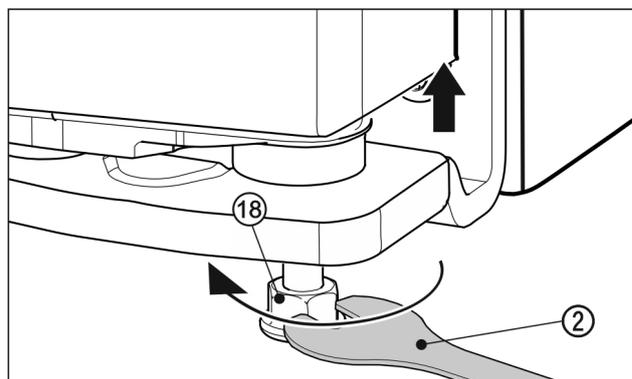

Fig. 25
- ▶ Para levantar la puerta, desenroscar hacia la derecha la pata de apoyo Fig. 25 (18) con la llave de boca Fig. 25 (2) suministrada hasta que entre en contacto con el suelo. A continuación, seguir desenroscando hasta que la puerta esté ajustada en altura. En el estado de entrega, el perno de apoyo está completamente enroscado.